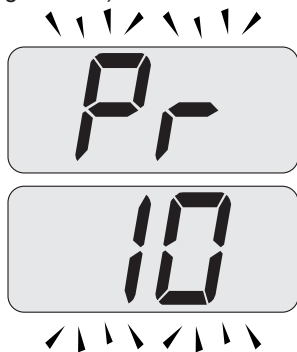

Figura 5.61
- Scorrere i vari parametri utilizzando i tasti 17o 18fino a far apparire sul display LCD le lettere **Pr** che si alternano con il codice **10**, indicanti l'entrata nel "parametro 13"(Figura 5.61).
- Premendo contemporaneamente i tasti 16e 17(Figura 5.59) si esce senza modificare il valore (ritorno alla lista parametri Figura 5.61)